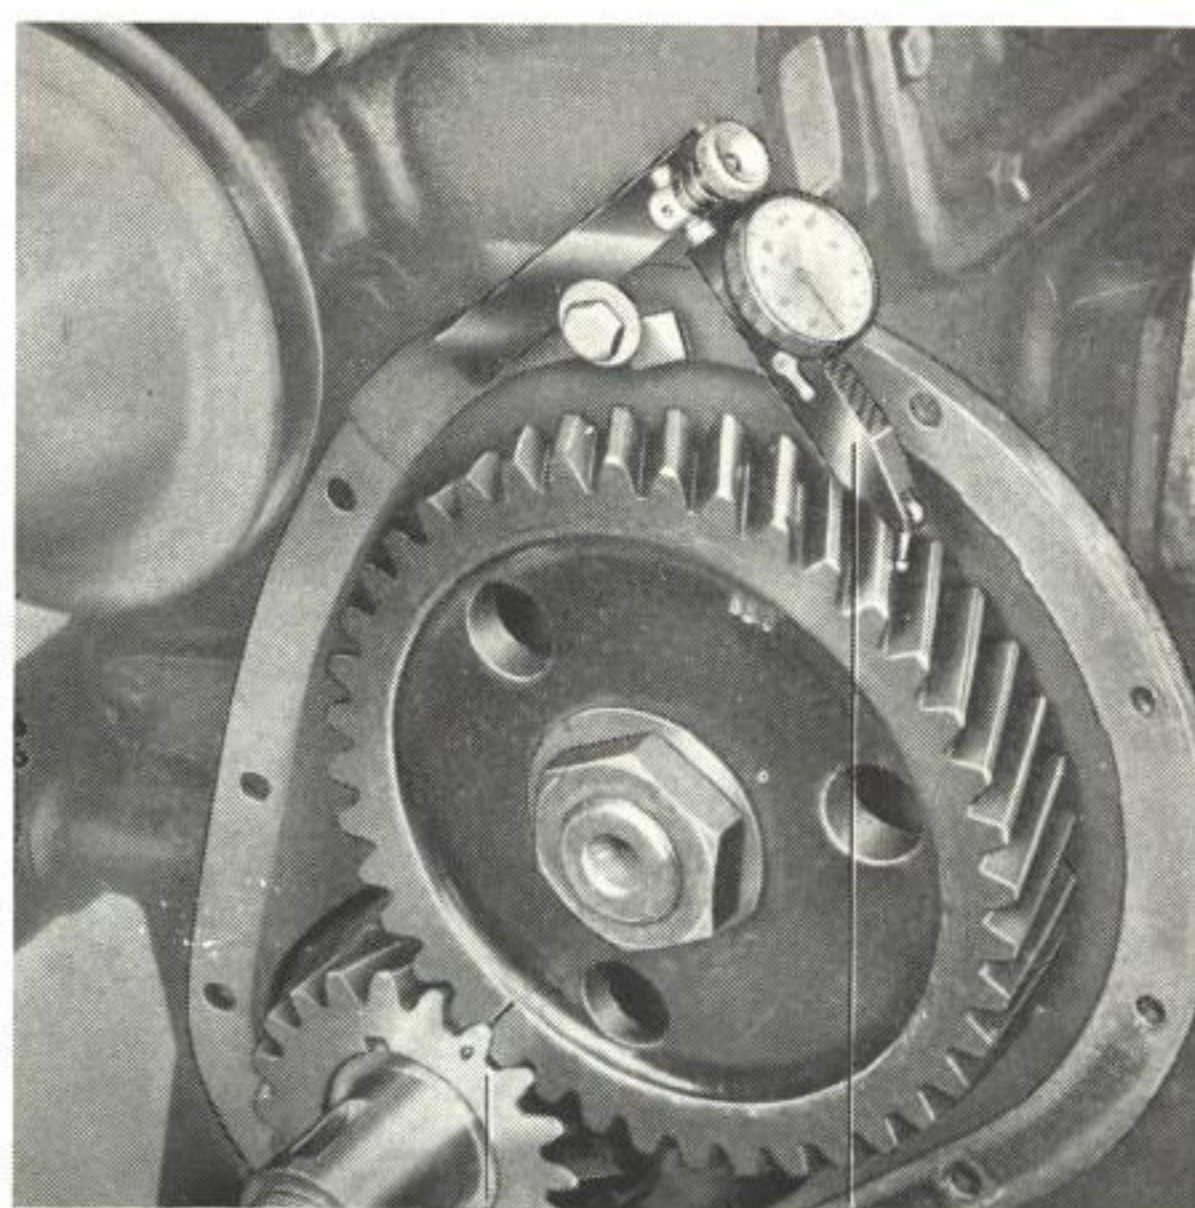
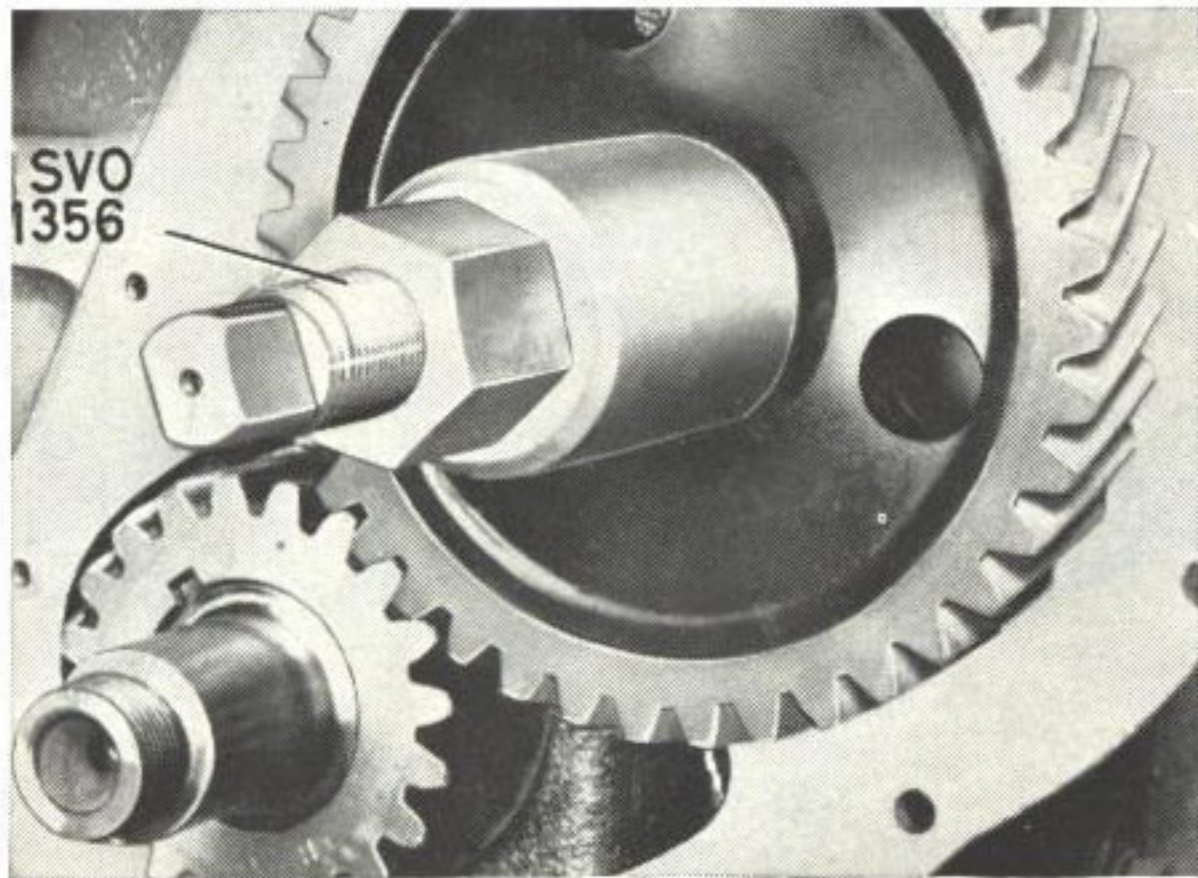

Bild 24. Mätning av flankspel.
Bild 25. Montering av kamaxelhjul.
4. Tag bort transmissionskåpan. Kontrollera kugghjulens märkning och flankspelet, se bild 24. Mätvärden se specifikationen. Skall endast kamaxelhjulet bytas behöver ej kamaxeln lyftas ut. Lossa härvid vikbricka och mutter samt drag av hjulet med SVO 2250. Det nya drevet monteras med SVO 1356, bild 25.